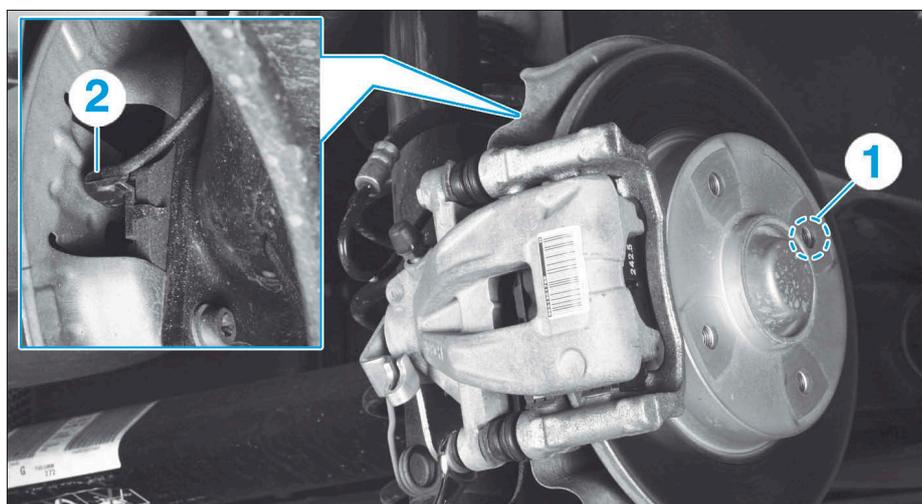

FIG. 20
- Déposer la vis de capteur de roue, à l'aide d'une clé 6 pans, en la passant par un orifice de vis de roue (1) (Fig.20).
- Extraire le capteur (2).